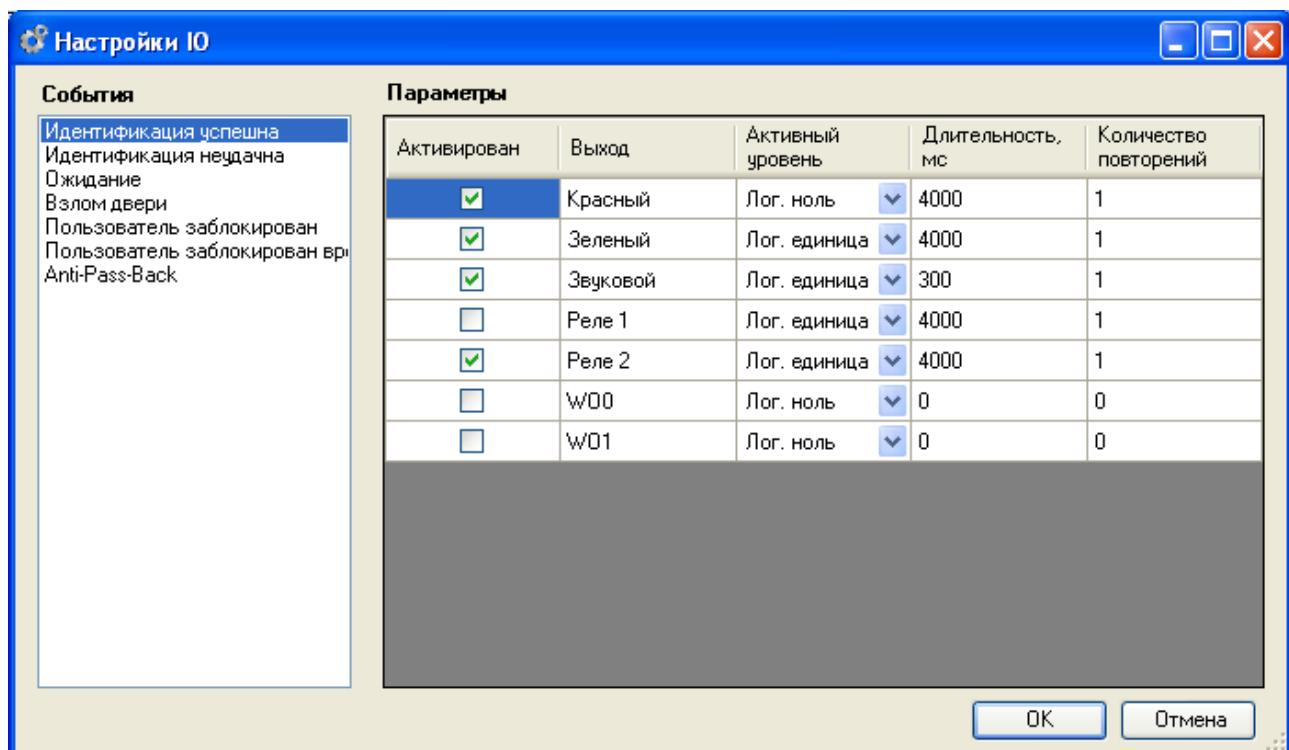

Рисунок 8: Окно «Свойства устройства»
**Кнопка «Настроить ИО»** служит для настройки сценариев работы реле и выходов WO0, WO1 связанного со считывателем контроллера БСКД «Biosmart», а также, звукового зуммера и светодиодов самого считывателя по наступлению различных событий в системе. В окне «Настройки ИО» (рисунок 8)